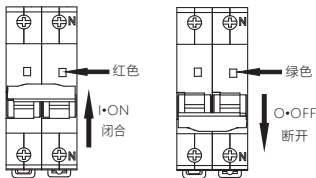

图2 NB1G-63闭合、断开状态指示
5.1 安装使用前先检查断路器标志与所使用的工作条件是否相符；断路器闭合、断开状态指示如图2